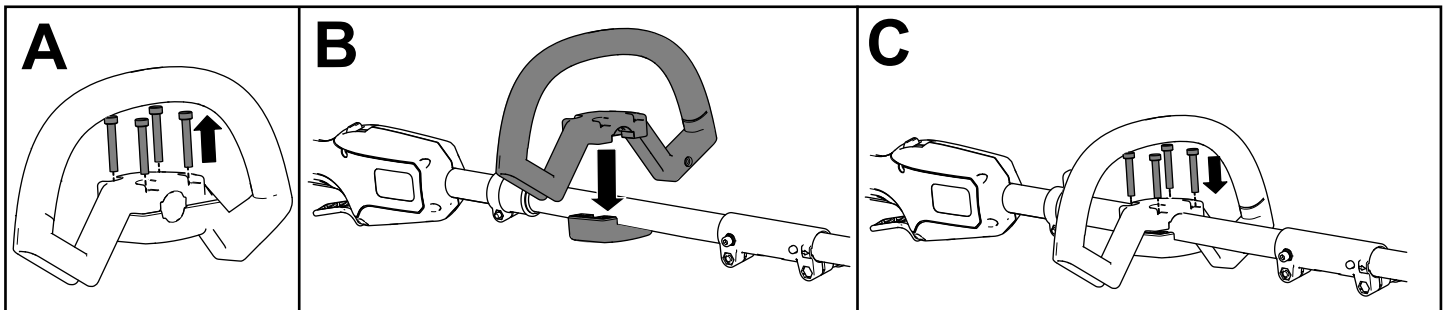

Figura 5
1. Separe la empuñadura auxiliar de la abrazadera retirando los 4 tornillos allen con la llave allen suministrada (Figura 5, A).
2. Alinee la empuñadura auxiliar con la abrazadera en el mango de la desbrozadora (Figura 5, B).
3. Sujete la empuñadura auxiliar a la abrazadera con los 4 tornillos allen que retiró anteriormente (Figura 5, C).